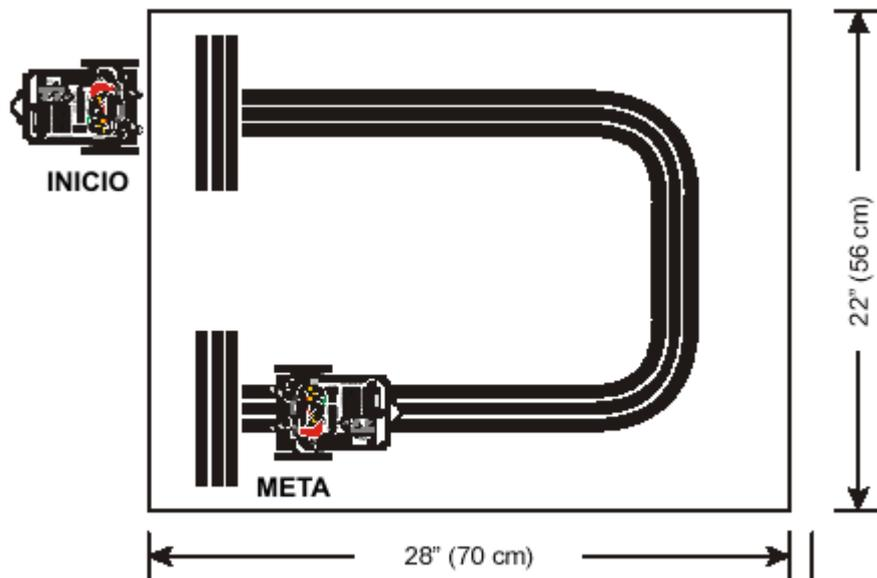

Figura 9-13.- El Home Boe-Bot colocado a la salida del circuito a recorrer.
- Coloca el Home Boe-Bot en la “salida” como se ve en la figura 9-13. El robot debería esperar ahí hasta que pongas la mano o la hoja frente a sus IR, momento en el que debería comenzar a avanzar. Cuando haya pasado la salida quita la mano o la hoja, debería seguir el recorrido. Al ver la tira final tendría que detenerse y esperar ahí.